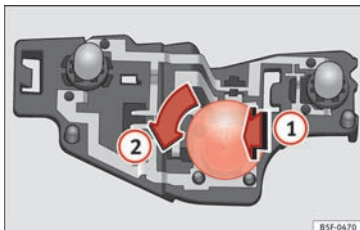

Fig. 120 Pærernes placering i pæreholderen.
- Tryk pæren lidt ind i pæreholderen » Fig. 120 (1), drej den derefter mod venstre (2), og tag den defekte pære ud.